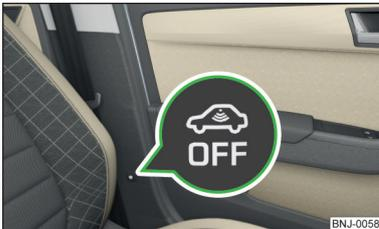

Abb. 42
- ▶ Die Symboltaste  an der B-Säule auf der Fahrerseite drücken » Abb. 42.